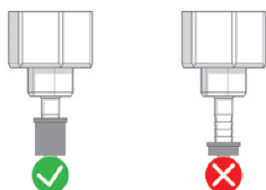

Abb. 1
2. Den/die Konnektor/en A und B für die Abgabe des Sauerstoffs an den/die Durchflussmesser (siehe Abb. 1) anschließen. Den einwandfreien Anschluss der Schlauche prüfen, bevor die Abgabe der Therapiegase gestartet wird.